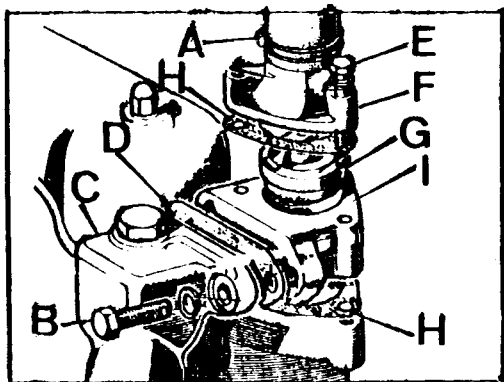

Fig. A3-22 Desmontaje del termostato y su caja
- 1.3. Soltar la brida y manguito de salida de agua, A (Fig. A3-22). Desmontar los - tornillos, B, de la tubería derivada, C, y separar ésta con su junta, D.
- 1.4. Extraer los tornillos, E (Fig. A3-22) y separar la tapa, F, el termostato, G, las juntas, H, y la caja, I.
- 2.1. Reponer el anillo tórico alojado en la parte interior de la tapa, F (Fig. A3-22).